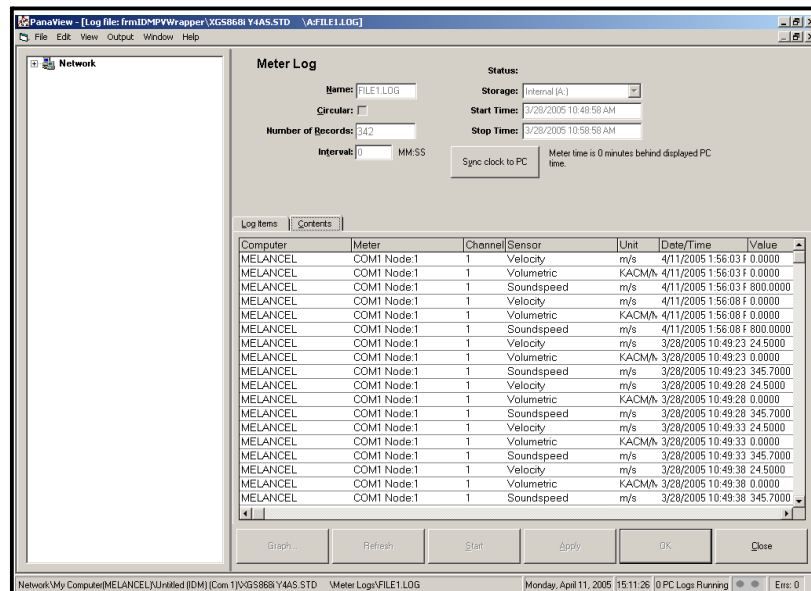

Figura 21: Contenuto tipico del registro
- Fare clic sulla scheda *Contenuto* (vedere Figura 21 a pagina 58) per visualizzare un elenco di tutti i punti dati registrati fino a quel momento per il parametro attualmente evidenziato nella scheda *Voci di registro*.
Ricordare che è possibile rappresentare graficamente solo due parametri per canale e che gli stessi due parametri devono essere rappresentati per ciascun canale di un grafico multicanale. Al termine della visualizzazione del grafico, fare clic sul pulsante di opzione **[Chiudi]** per chiudere la finestra Grafico e lasciare in esecuzione il log. Per esaminare i dettagli del registro, fare clic sulla scheda **Contenuto**. La finestra appare come nella Figura 21.
- Fare clic sulla scheda *Voci di registro* (vedere Figura 21 a pagina 58) per un elenco dei parametri specificati per la registrazione.